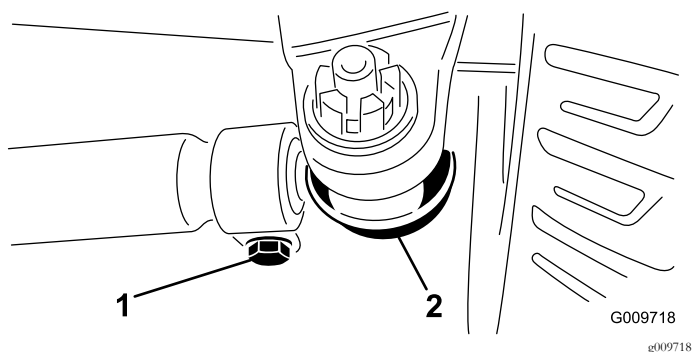

图60
- 要进行调节应从任一横拉杆球窝接头卸除开口销和螺母 (图60)。
- 拧松横拉杆两端的夹具 (图60)。